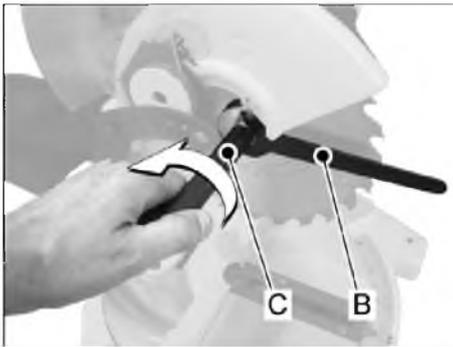

Рис. 12
- Затягніть фланець пилки за допомогою спеціального ключа (В, Рис. 12) та затягніть кріпильний гвинт пиляльного диску за допомогою ключа у комплекті (С).